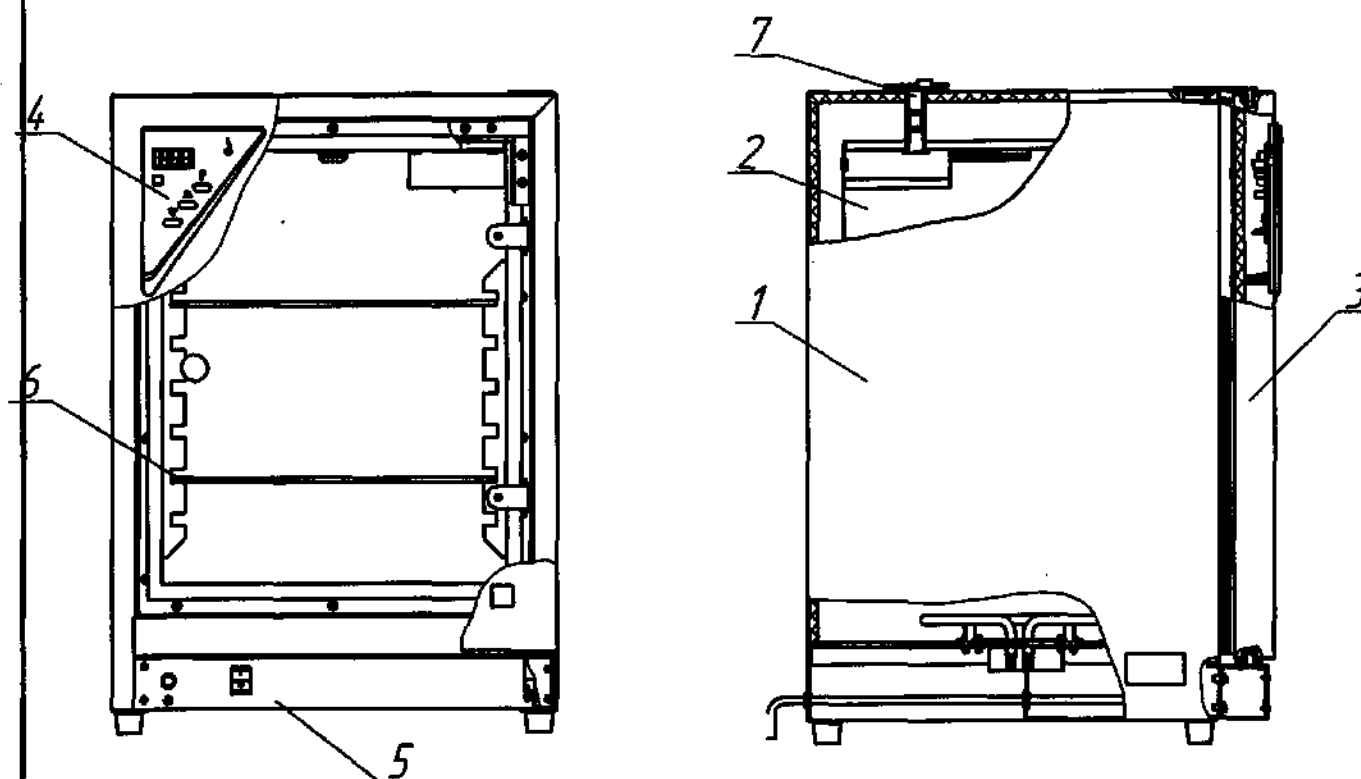

Рисунок. 1 Термостат суховоздушный лабораторный ТСвЛ-80
1.4.1. Внешний вид термостата приведен на рис.1.
Для отвода влаги из камеры необходимо открыть клапан (поз.7 рис.1).